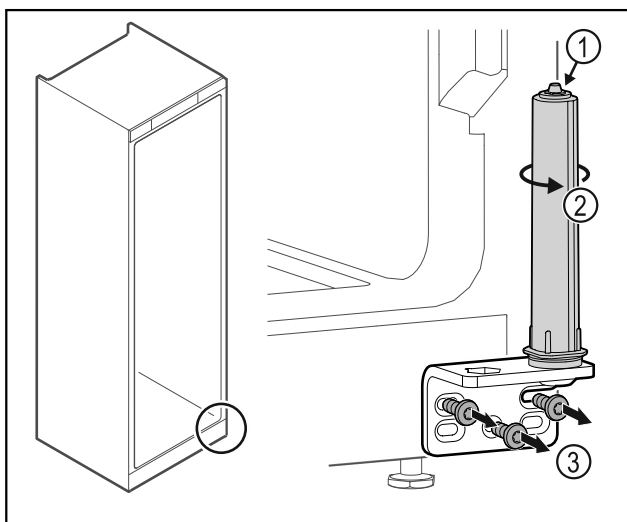

Fig. 18
- Ta inte isär dörrlåssystemet Fig. 18 (1).
- Vrid låssystemet Fig. 18 (2) tills det klickar.
- Skruva av gångjärnsfästet Fig. 18 (3).